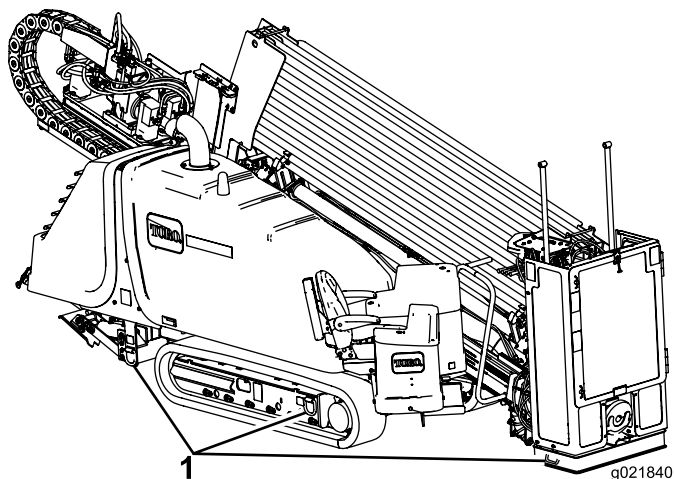

Рисунок 36
8. Используйте цепи и крепежные детали соответствующего класса для крепления за кольца на рамах левой и правой гусениц и плиты опускаемой стойки к трейлеру (Рисунок 36).